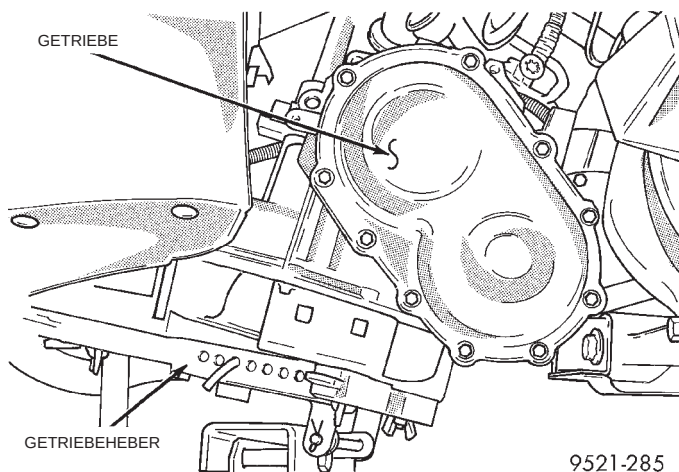

Abb. 54 Getriebeheber
(29) Getriebe von unten mit Getriebeheber abstützen und oben an Sicherheitskette aufhängen (Abb. 54).